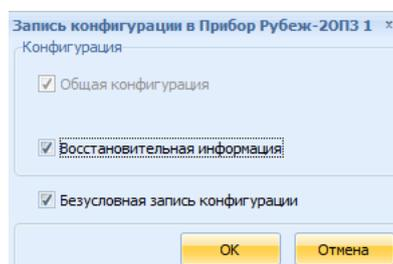
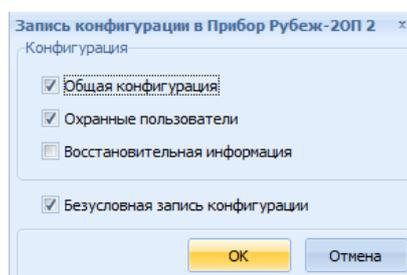

Рис. 6 Окно Запись конфигурации в прибор, *Восстановительная информация*
Рис. 7 Окно Запись конфигурации в прибор, *Общая конфигурация*
- **Записать конфигурацию в устройство** - пункт меню, позволяющий записать текущую конфигурацию в выбранное устройство. При нажатии откроется окно **Запись конфигурации в Прибор**, в котором можно активировать пункт *Безусловная запись конфигурации* (в этом случае конфигурация будет записываться в прибор независимо от того, совпадает ли она с программной или нет) или *Восстановительная информация* (в этом случае, в прибор будет записываться вспомогательная информация, необходимая для восстановления конфигурации, содержит полную конфигурацию за исключением планов, Рис. 6). В случае записи конфигурации в прибор Рубеж-2ОП возможно выбрать запись общей конфигурации или запись только охранных пользователей (Рис. 7).